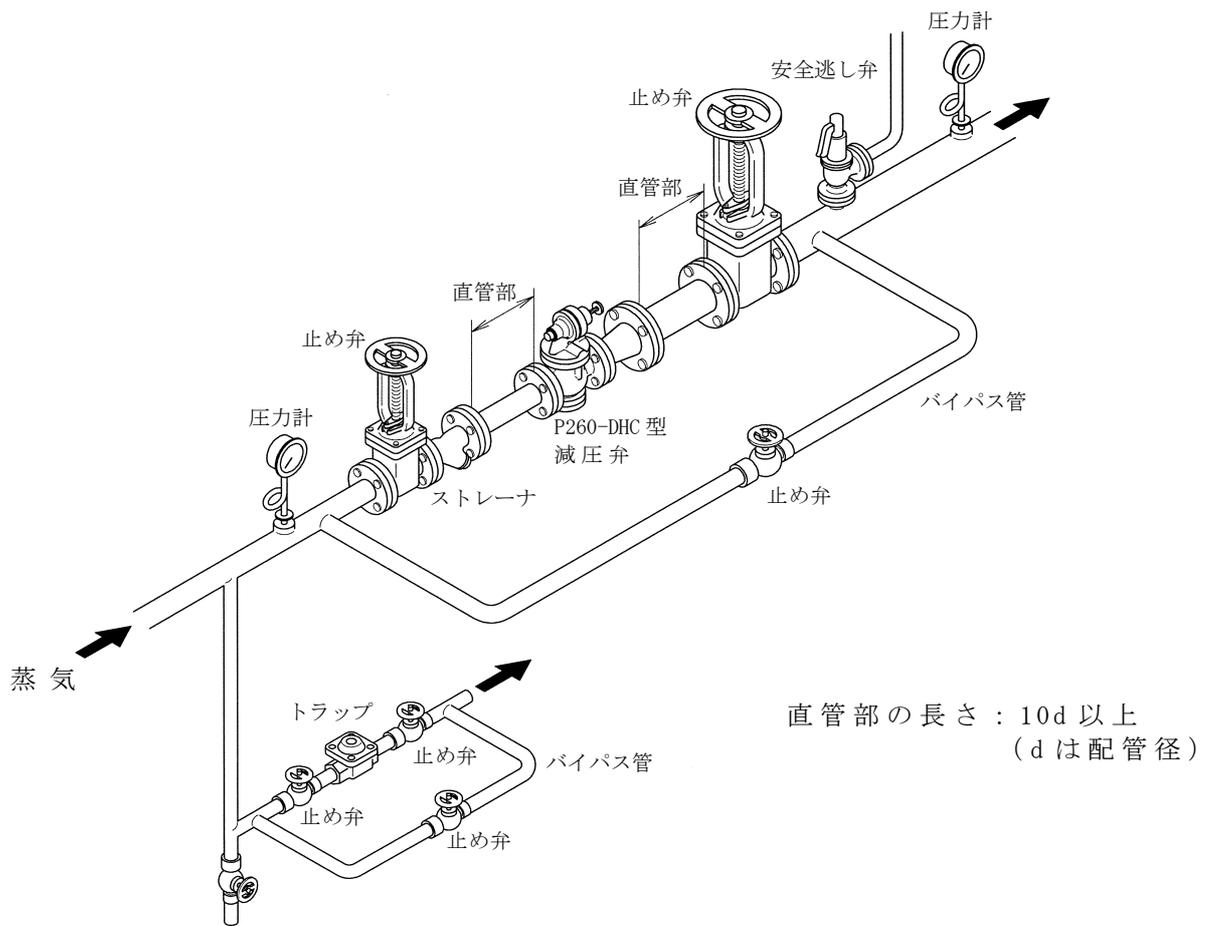

図 4 配管例図
- 配管に際しては、減圧弁の弁箱の矢印と蒸気の流れ方向を必ず一致させて水平配管に垂直に取付けてください。また、図 4 の配管例図に示すように、止め弁、ストレーナ、安全逃し弁、圧力計、バイパス管及びスチームトラップを必ず設けてください。なお、減圧弁の前後にはできるだけ 10d 以上(d : 配管径 mm)の直管部を設け、二次側流速が 30 m/s を超える場合にはレギュレーサを取付け二次側配管の拡大をお勧めします。
- 4.1 配管に際しては、減圧弁の弁箱の矢印と蒸気の流れ方向を必ず一致させて水平配管に垂直に取付けてください。また、図4の配管例図に示すように、止め弁、ストレーナ、安全逃し弁、圧力計、バイパス管及びスチームトラップを必ず設けてください。なお、減圧弁の前後にはできるだけ10d以上(d:配管径mm)の直管部を設け、二次側流速が30 m/sを超える場合にはレギュレーサを取付け二次側配管の拡大をお勧めします。